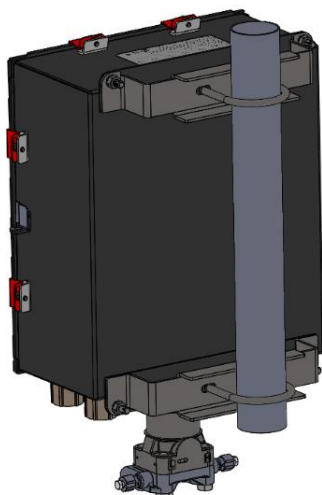

Abbildung 7. FB2100 (Aluminiumgehäuse) am Rohr montiert
- Der FB2100 wird an einer Leitung oder einem Pfosten mit einem Durchmesser von 2 Zoll angebracht. Siehe *Abbildung 7*.